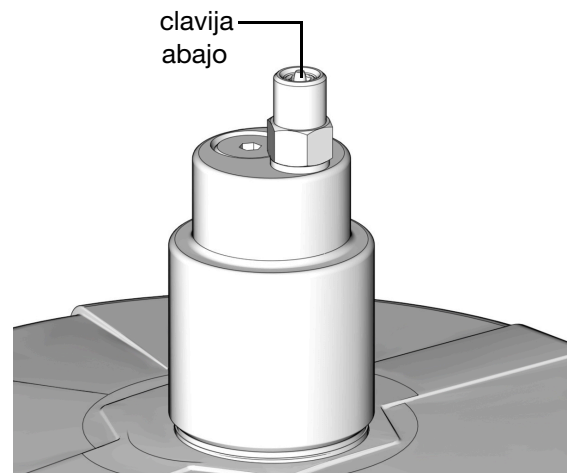

FIG. 17
1. Tire de la perilla de alivio de presión (T) y sujétela para aliviar la presión entre el colector de llenado (N) y la válvula de desconexión de llenado automático (B).
2. Cerciórese de que la clavija de desconexión de llenado automático (B) está hacia abajo; esto indica que se ha restablecido (FIG. 17).